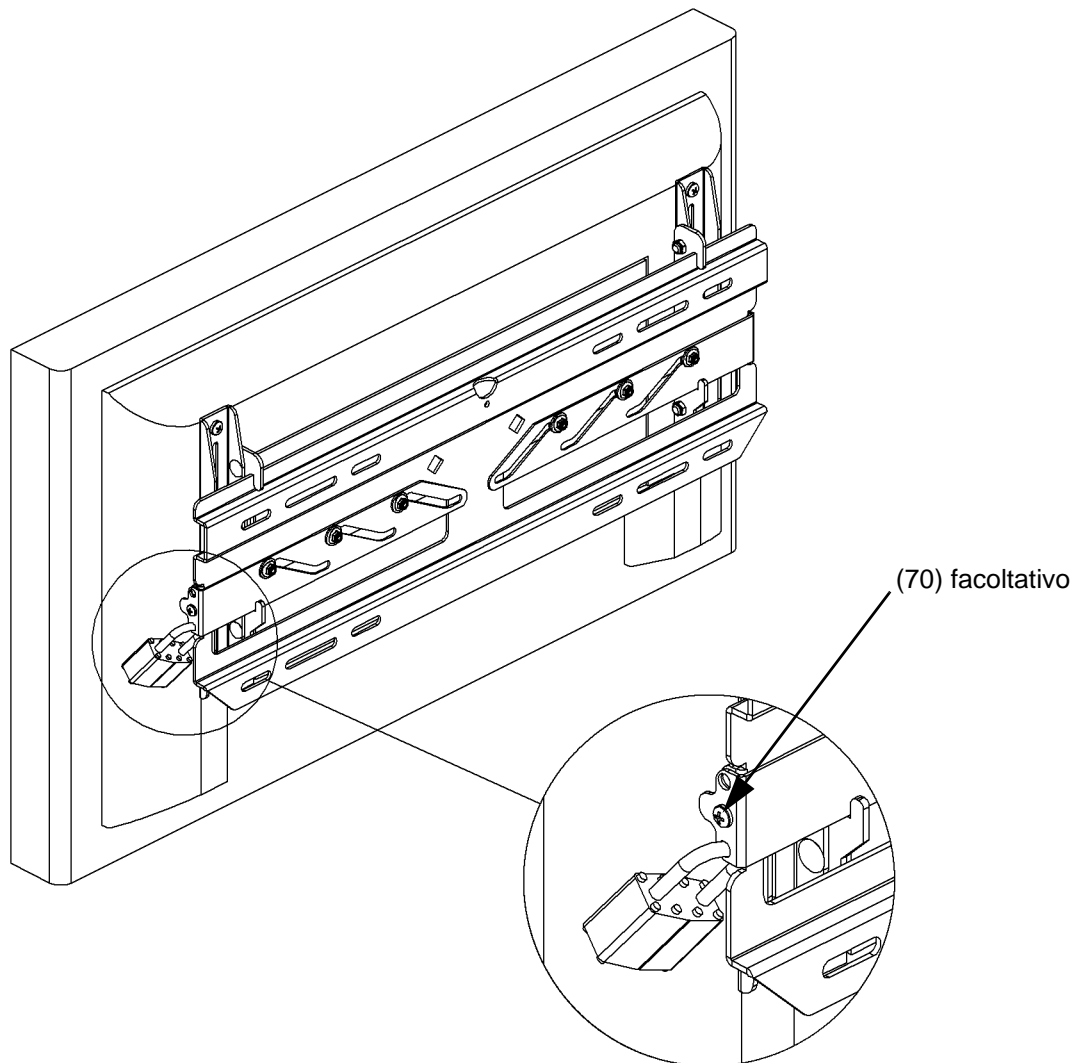

Figura 9. Fissare il display
1. Collocare il display sulla piastra a parete (10) fissando i ganci delle staffe (20 e 30) sulla parte superiore della piastra a parete.
2. Fissare il display facendo scorrere i fermi su ciascun lato verso l'interno (figura 9).